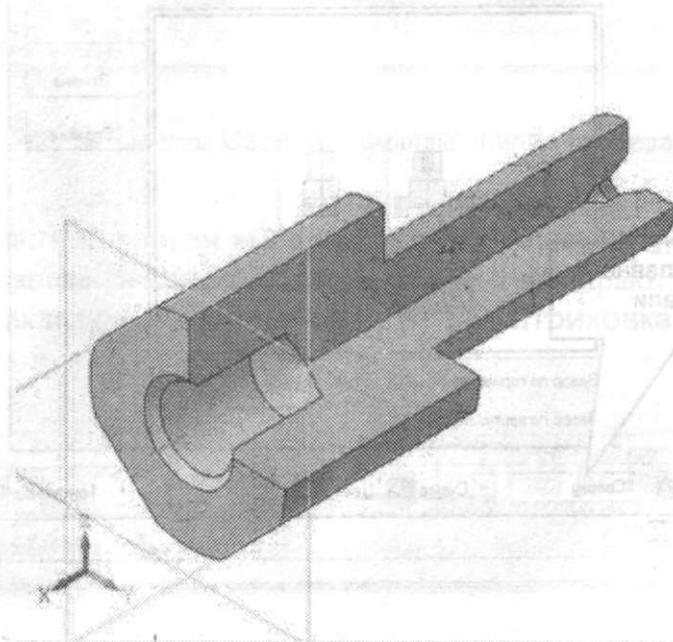

Рис. 52. Деталь с отверстиями по торцам
5. Нажать кнопку Создать объект. Результат выполненной операции представлен на рис. 52.
6. Выполнение отверстия в детали заканчивают кнопкой Создать объект. Деталь с отверстиями дана на рис. 52.